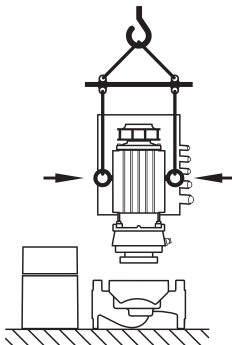

Fig. 9: Транспортировка электродвигателя
- При необходимости, например, в случае ремонта, транспортировочные проушины можно переместить с фланца электродвигателя на его корпус (см., например, рис. 9). Перед монтажом транспортировочных проушин на корпусе электродвигателя из отверстий для проушин (рис. 7, поз. 20b) вывинтить проставки (см. главу 10.2.1 «Замена скользящего торцевого уплотнения» на стр. 240).
- Транспортировочные проушины, перенесенные с фланца электродвигателя на корпус электродвигателя, разрешается использовать только для перемещения/транспортировки съемного блока (рис. 9), но не всего насоса. Использование проушин для отделения съемного блока от корпуса насоса запрещено.